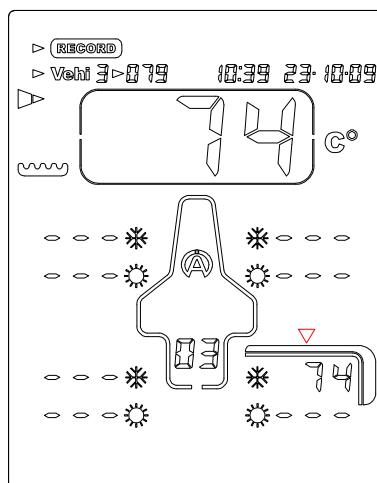

Figura 5
6) Premere il tasto centrale  per registrare la pressione misurata, l'ora e la data quindi Tyrecontrol si sposta automaticamente sul prossimo pneumatico secondo la sequenza programmata nel modo SETUP. Nell'esempio (figura 5), lo strumento si posiziona sulla misura della temperatura al centro del pneumatico posteriore sinistro.
- 7) Applicate il sensore di temperatura sul pneumatico come indicato sullo schermo con la freccia (figura 5).